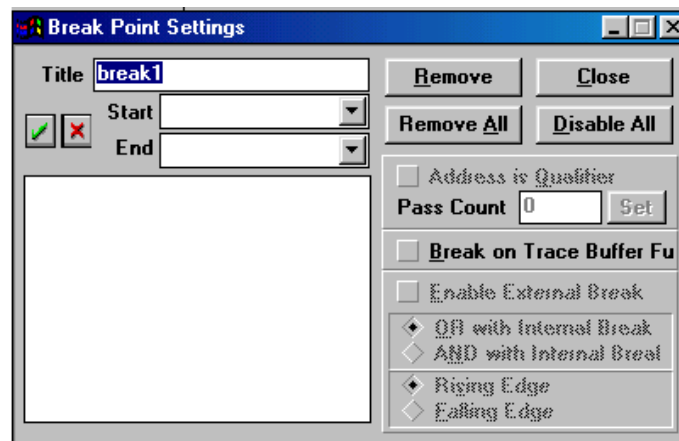

Figura 49.- Cuadro de dialogo de Break Point Settings
- **Multiple Cycles:** Al activar esta opción, se activa el botón *Break Setting* que hasta este instante estaba deshabilitado. Cuando se pulsa este botón aparece el cuadro de diálogo de la Figura 49, en el que se puede indicar el numero de veces que queremos que se repita una instrucción o la condición que queremos que cumpla el *Break Point*.